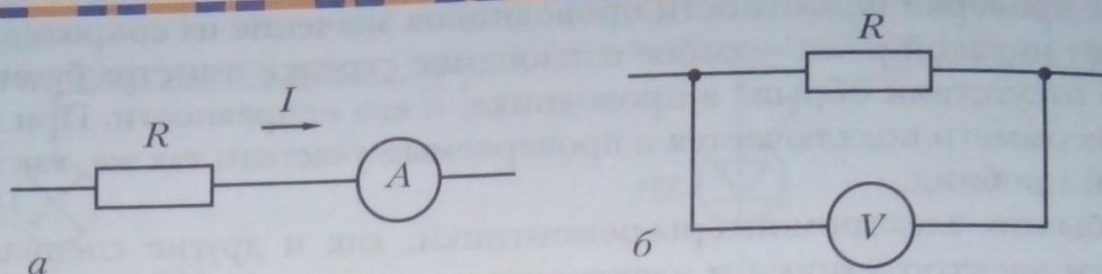

Рис. 45. Схемы подключения: *a* – амперметра; *б* – вольтметра
1. Амперметр A подключают последовательно с тем потребителем R , в котором измеряют силу тока I (рис. 45, *а*).
2. Вольтметр V подключают параллельно с тем потребителем R , на участке которого измеряют напряжение (рис. 45, *б*).